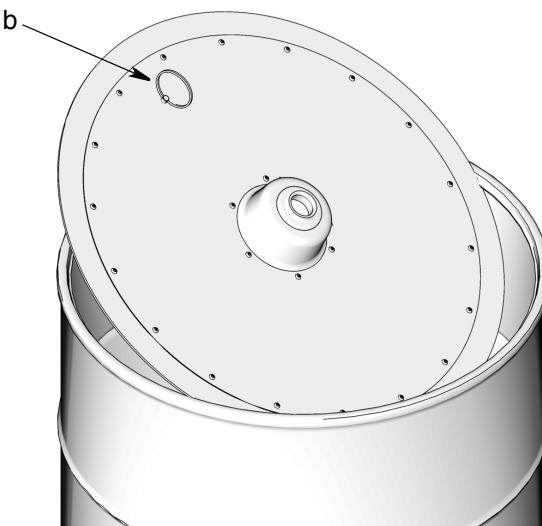

Рис. 6
4. Если это уже имеющаяся установка, вытолкните из бочки кольцо упорной пластины (б), чтобы снять саму упорную пластину (Рис. 6). Поместите упорную пластину на чистую бумагу, картон или чистые куски ткани. **НЕ КЛАДИТЕ ПРЯМО НА ПОЛ.**